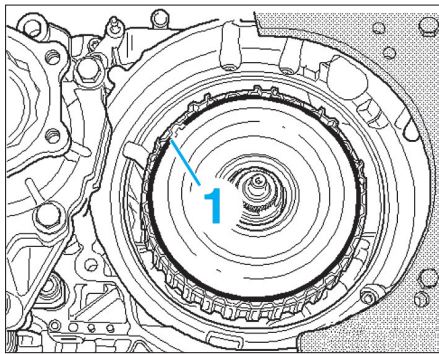

Fig. 7
- le circlip (1) (Fig.7).
- Parmi tous les circlips livrés, choisir celui qui a une épaisseur de 2 millimètres et le mettre en place provisoirement (Fig.7).